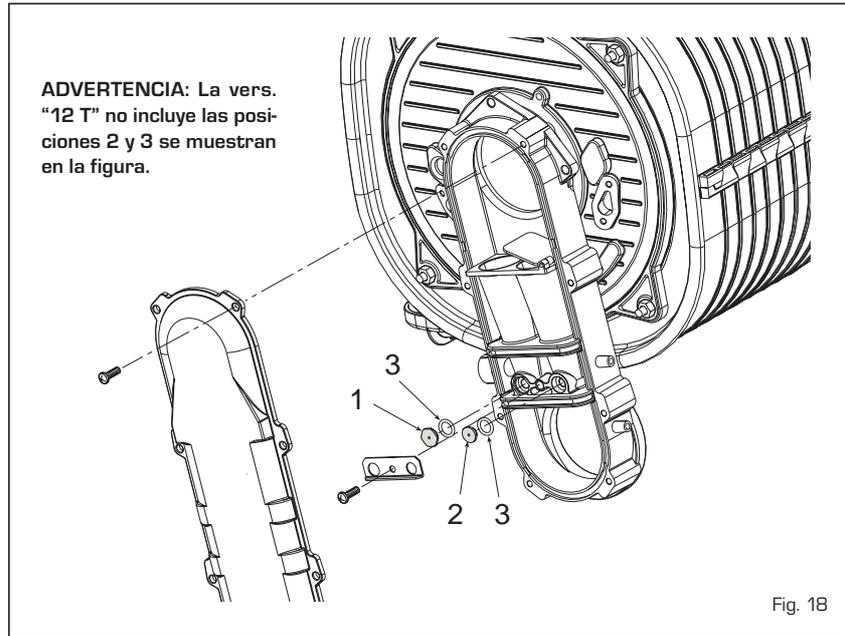

Fig. 18
La caldera está suministrada con válvula de gas SIT 848 SIGMA (fig. 18).
4.3 TRANSFORMACIÓN A OTRO GAS (fig. 18)